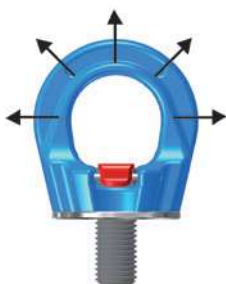

Bild 1: erlaubt
**Belastung:** Tragfähigkeit lt. Prüfzeugnis bzw. Tragfähigkeitstabelle in den angegebenen Zugrichtungen – siehe Bild 1.
- Belastung darf nur in der vorgegebenen Richtung (siehe Bild 1) mit der Tragfähigkeit lt. Tabelle erfolgen.
– Zugrichtung nicht im vorgegebenen Bereich lt. Bild 1 liegt